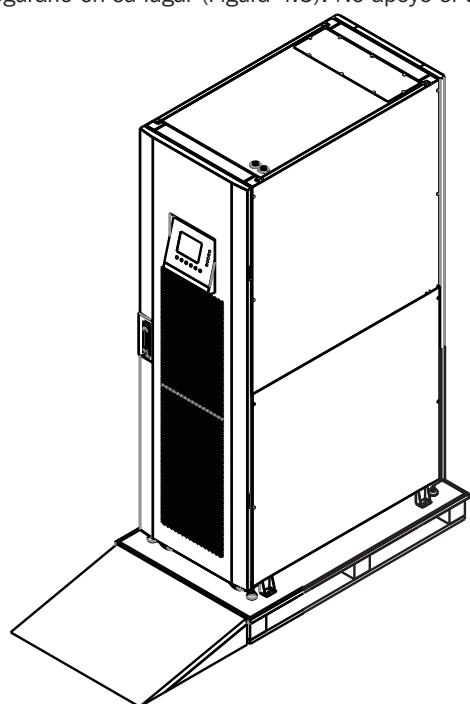

Figura 4.3
2. Coloque la rampa entregada con la caja de empaque frente al gabinete del UPS y alinee el orificio de la rampa con el prisionero de metal sobre la tarima y asegúrelo en su lugar (Figura 4.3).